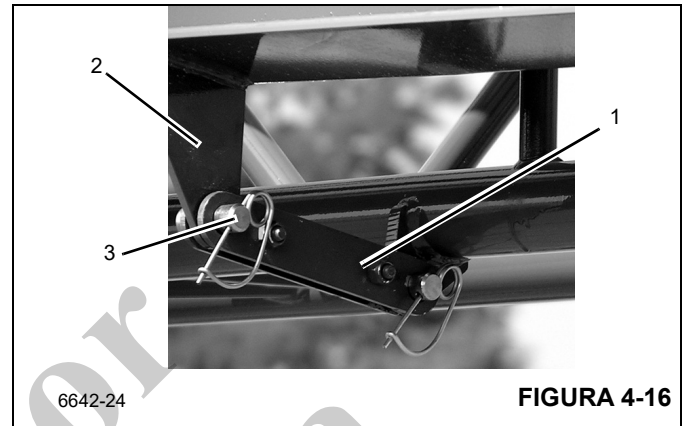
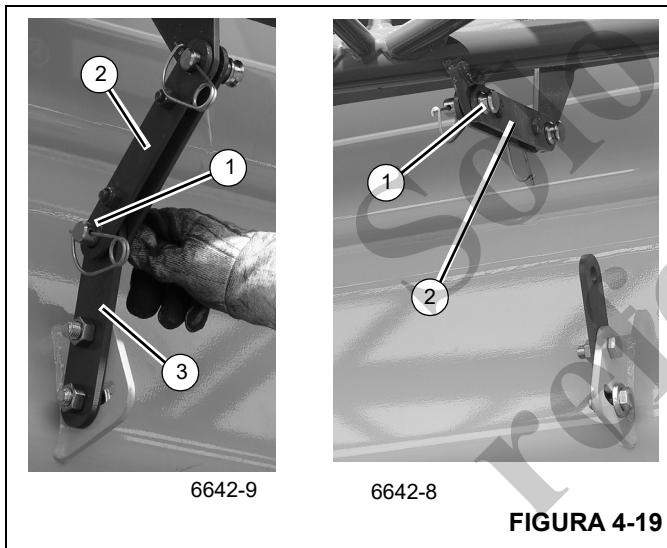
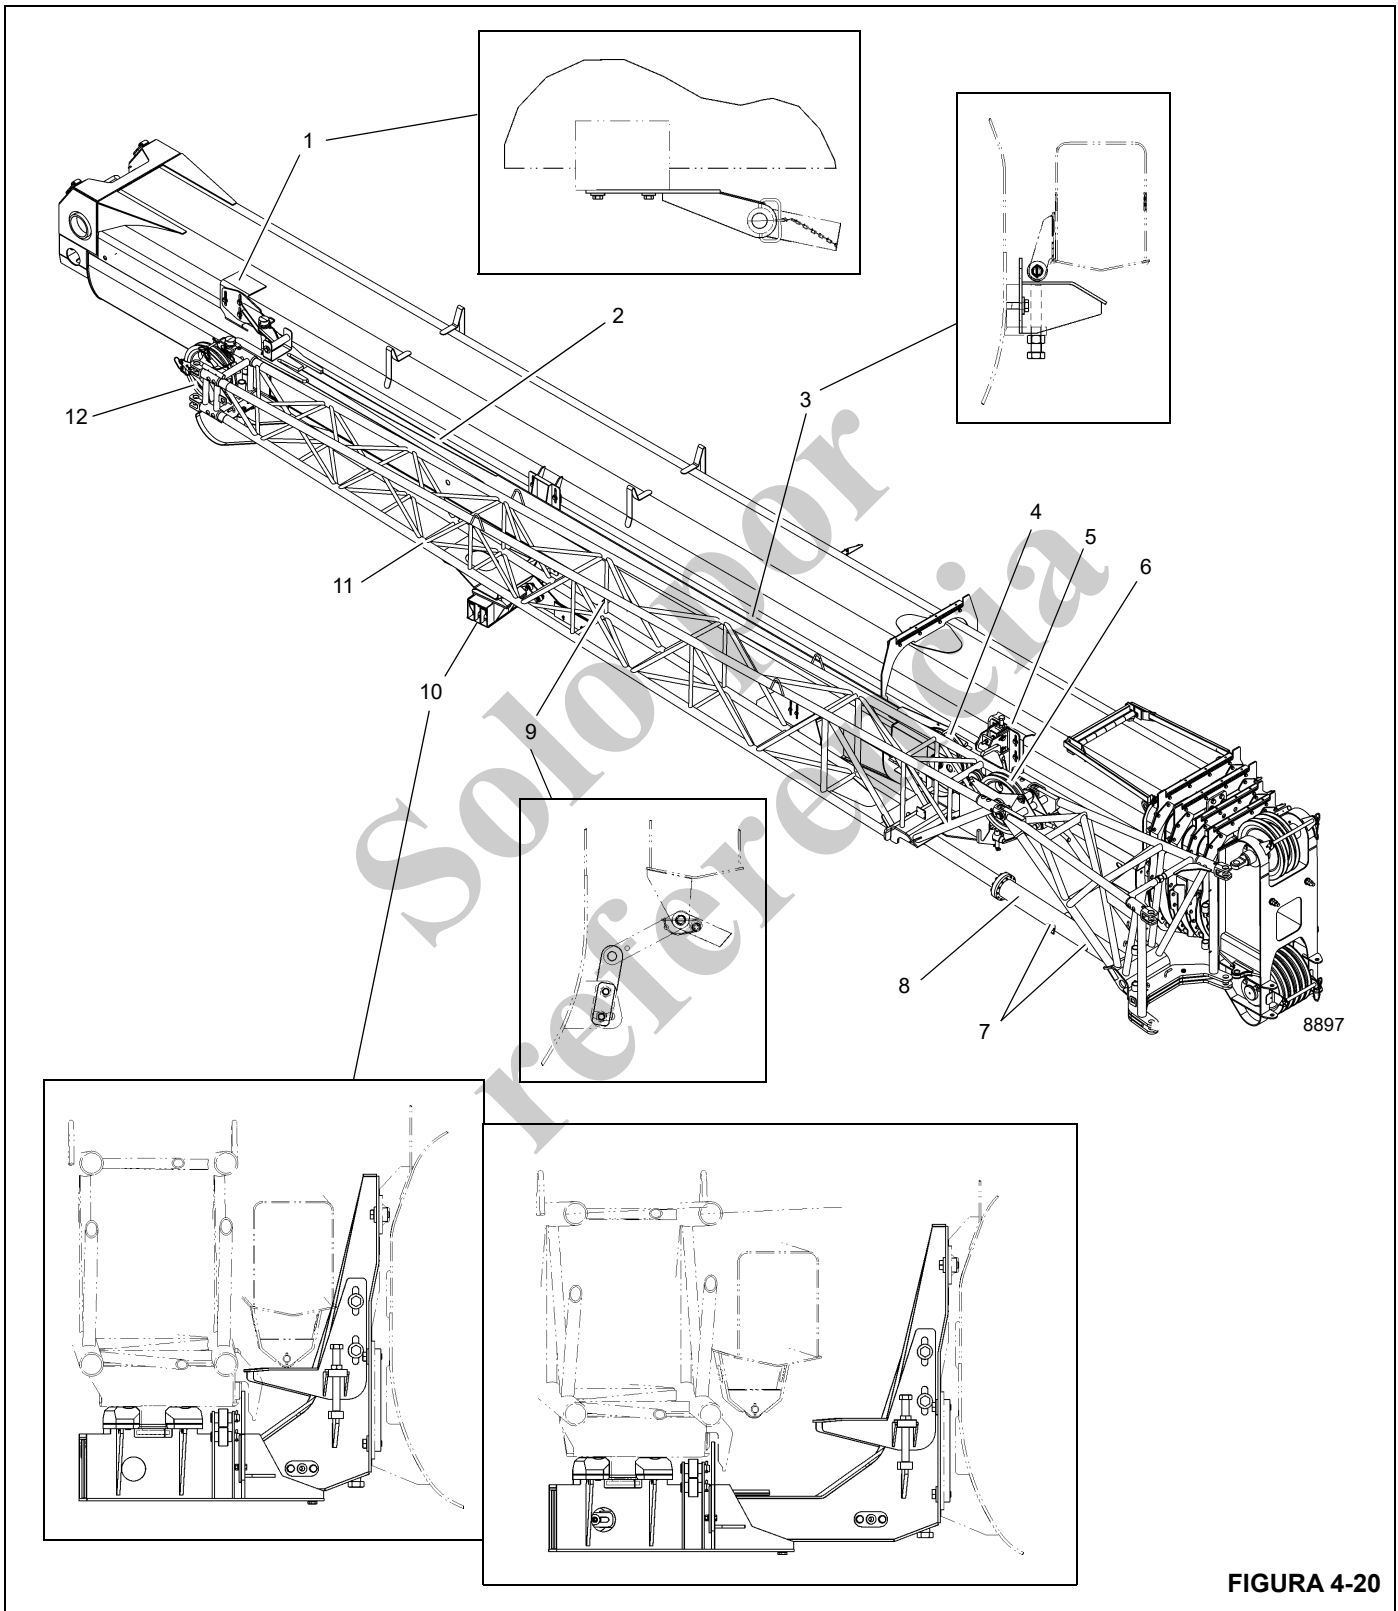

FIGURA 4-16
FIGURA 4-19
FIGURA 4-20
Consulte la Figura 4-20.
- c. Retire el pasador de pinza y pasador de retención en la polea de mástil (6, Figura 4-20), luego quite el cable de elevación. Instale nuevamente los pasadores de retención de cable y fíjelos con pasadores de pinza.
- e. Conecte la barra de seguridad (9, Figura 4-20; 1, Figura 4-16) a la barra que fija (2) la sección de base de la extensión de la pluma usando el pasador (3). Fije con la pinza de retención.
14. Extienda la pluma aproximadamente 12 pulg para que las orejetas de almacenamiento de las secciones de base y de extremo de la extensión de la pluma queden alineadas delante de la rampa guía de la escuadra de almacenamiento central (10, Figura 4-20) y de los pasadores de almacenamiento (14, Figura 4-20) en el conjunto de escuadra de almacenamiento delantero (5, Figura 4-20) cuando la extensión de la pluma se coloca a un lado de la base de la pluma.
23. Fije la sección de base de la extensión de la pluma a la escuadra de almacenamiento delantera (5, Figura 4-20) en la base de la pluma, usando un pasador de bloqueo de enganche (13, Figura 4-20). Verifique de que el pasador de bloqueo de enganche se inserte completamente, y luego fíjelo con una pinza de retención.
26. Utilizando el cable fijo del control, retraiga completamente la escuadra de almacenamiento central (10, Figura 4-20).
27. Compruebe que las dos orejetas de almacenamiento en la sección de base de la extensión de la pluma estén totalmente enganchadas con los pasadores (14, Figura 4-20) en la escuadra de almacenamiento delantera (5, Figura 4-20).
28. Fije la sección de extremo de la extensión de la pluma a la escuadra de almacenamiento trasera (1, Figura 4-20) en la base de la pluma con el pasador de fijación.
31. Retire el pasador (1, Figura 4-19) de la barra que fija la base de pluma (3). Mueva la barra de seguridad (10, Figura 4-20; 2, Figura 4-19) a la sección de base de la extensión de la pluma e instale el pasador (1). Fije con la pinza de retención.
FIGURA 4-20 continuación